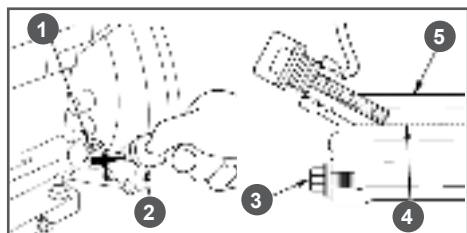

Рис. 13 Замена моторного масла
- Открутите крышку/щуп картера (Рис.13).
- Залейте рекомендованное масло до необходимого уровня. Нормальным считается уровень до нижнего края заливной горловины (Рис.13).